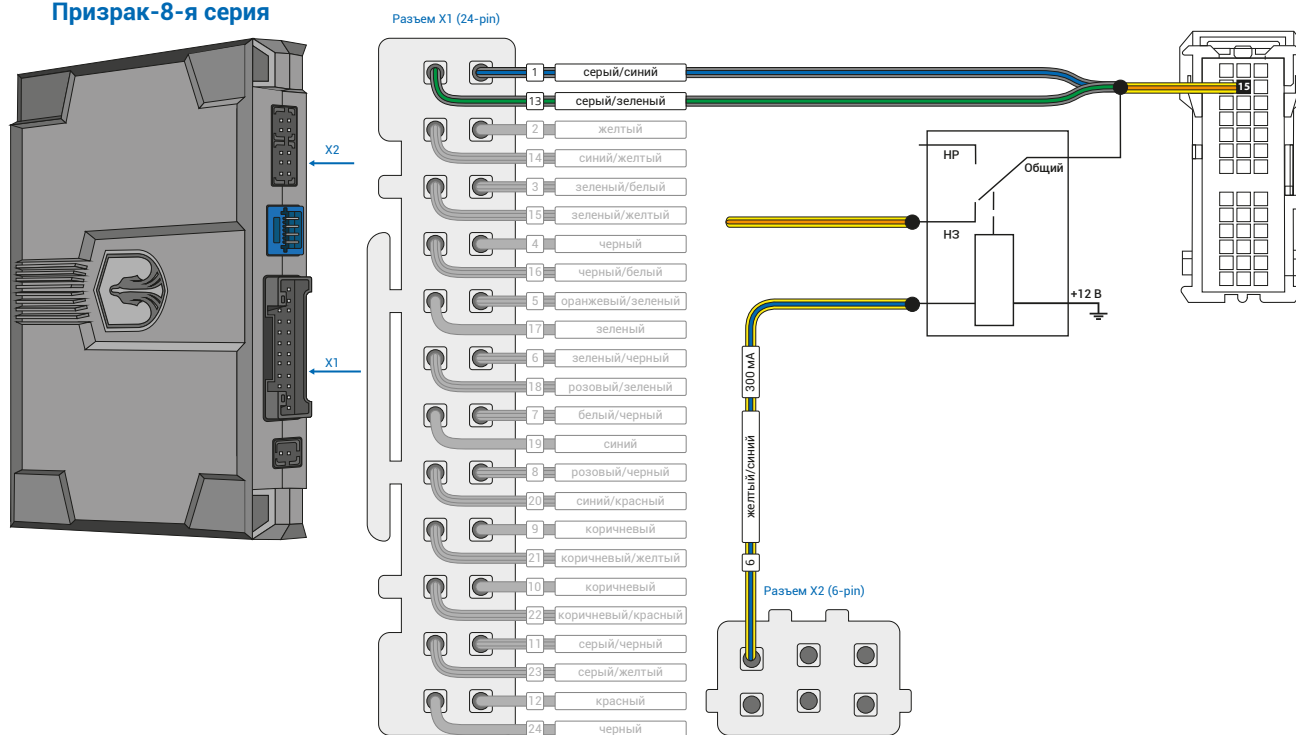
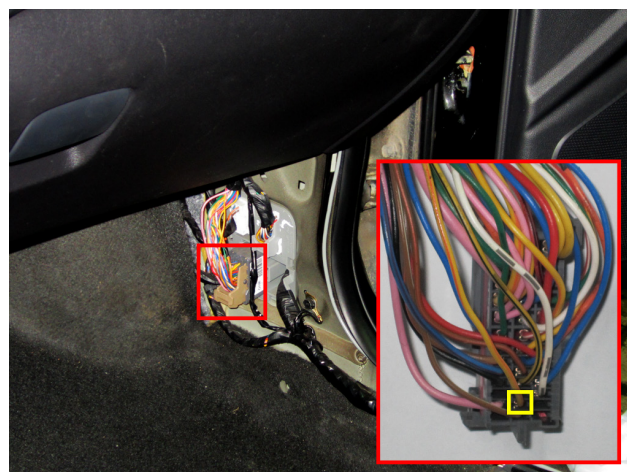

Рис.1 Призрак-8-я серия
Рис.2 Место подключения (желтый/оранжевый провод)
2. Объедините между собой серый/синий провод (контакт №1) и серый/зеленый провод (контакт №13), находящиеся в разъеме X1. Подключите их с помощью дополнительного 5-ти контактного реле к шине данных а/м: желтый/оранжевый (контакт №15) провод за правой кик панелью в сером разъеме (см. рис. 2). Управление реле осуществляется с помощью желтого/синего провода (контакт №6), находящегося в разъеме X2 (см. рис. 1).